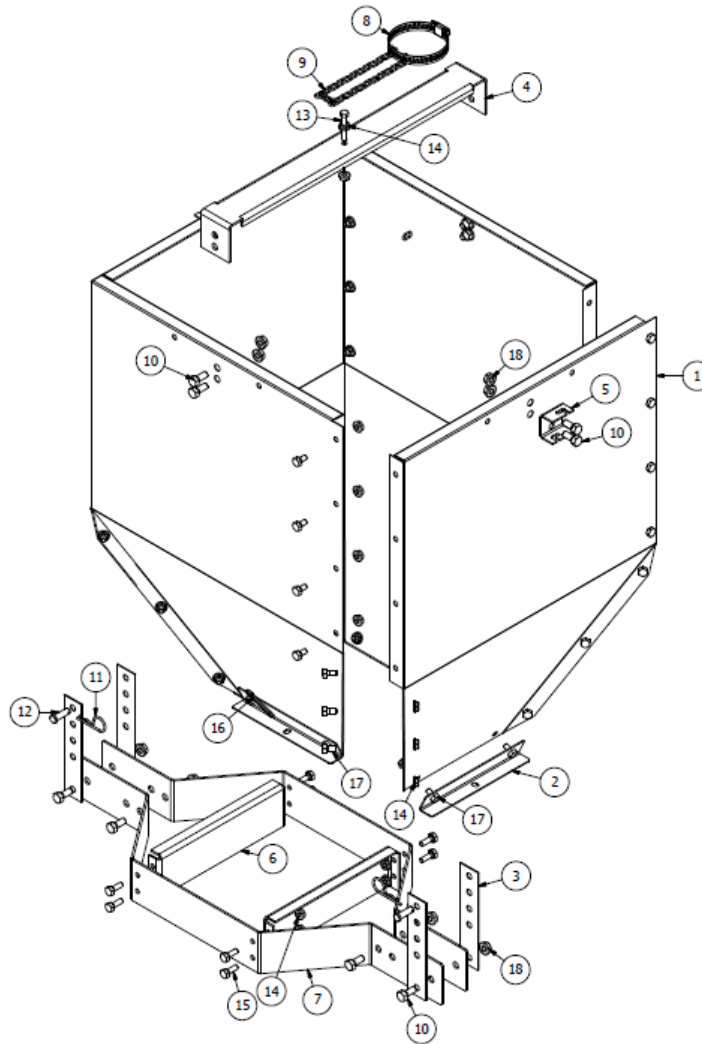

Figura 1
1. Ensamble Los (4) paneles de la tolva hoja de lado (Ref# 1) como se muestra arriba en la Figura 1 usando Pernos Hex 1/4-20 X 0.5" (Ref# 17) y las tuercas hexagonales con bordes 1/4-20 (Ref# 14). Apriete con la mano.
2. Juntar (4) Soportes p/ colgar bota (Ref# 2) al exterior del cuerpo de tolva como se muestra arriba en la Figura 1 utilizando pernos hex 1/4-20 X 0.5" (Ref# 17) y tuercas hexagonales con bordes 1/4-20 (Ref# 14). Apriete con la mano.
3. Juntar (2) Soportes Guía para cable (Ref# 5) al exterior del cuerpo de tolva como se muestra arriba en la Figura 1 utilizando pernos hex 5/16-18 X 0.75" (Ref# 10) y tuercas hexagonales con bordes 5/16-18 (Ref# 18). Apriete con la mano.
4. Juntar Sujetador Superior (Ref# 4) al exterior del cuerpo de tolva como se muestra arriba en la Figura 1 utilizando pernos hex 5/16-18 X 0.75" (Ref# 10) y tuercas hexagonales con bordes 5/16-18 (Ref# 18). Apriete con la mano.
5. Ensamble sin apretar (2) Soportes de Suspensión (Ref# 7) y (2) Sujetadores de Suspensión (Ref# 6) como se muestra arriba en la Figura 1 utilizando pernos hex 1/4-20 X 0.5" (Ref# 17), tuercas hexagonales con bordes 1/4-20 (Ref# 14), pernos hex 5/16-18 X 0.75" (Ref# 10) y tuercas hexagonales con bordes 5/16-18 (Ref# 18).
7. Juntar (4) Soportes Ajustadores de Tolva (Ref# 3) como se muestra arriba en la Figura 1 utilizando pernos hex 5/16-18 X 0.75" (Ref# 10) y tuercas hexagonales con bordes 5/16-18 (Ref# 18). Apriete con la mano.
8. Suspender conjunto inferior usando pasadores (2) (Ref# 12) Chaveta (2) (Ref# 11) desde los soportes de cables de alimentación.
9. Deslice inferior del cuerpo de tolva en el canal superior del descargador y asegurar con Chaveta (Ref# 16) como se muestra arriba en la Figura 1.